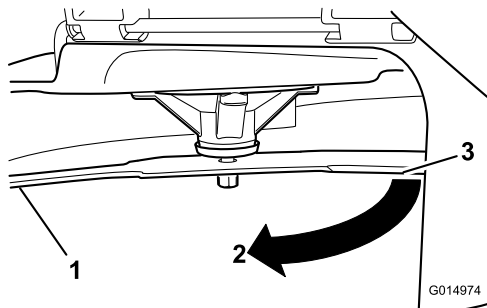

Figura 65
3. Segunda distância medida entre a lâmina e a superfície (B)
4. Rode a mesma lâmina 180 graus para que a extremidade de corte oposta fique na mesma posição (Figura 65).